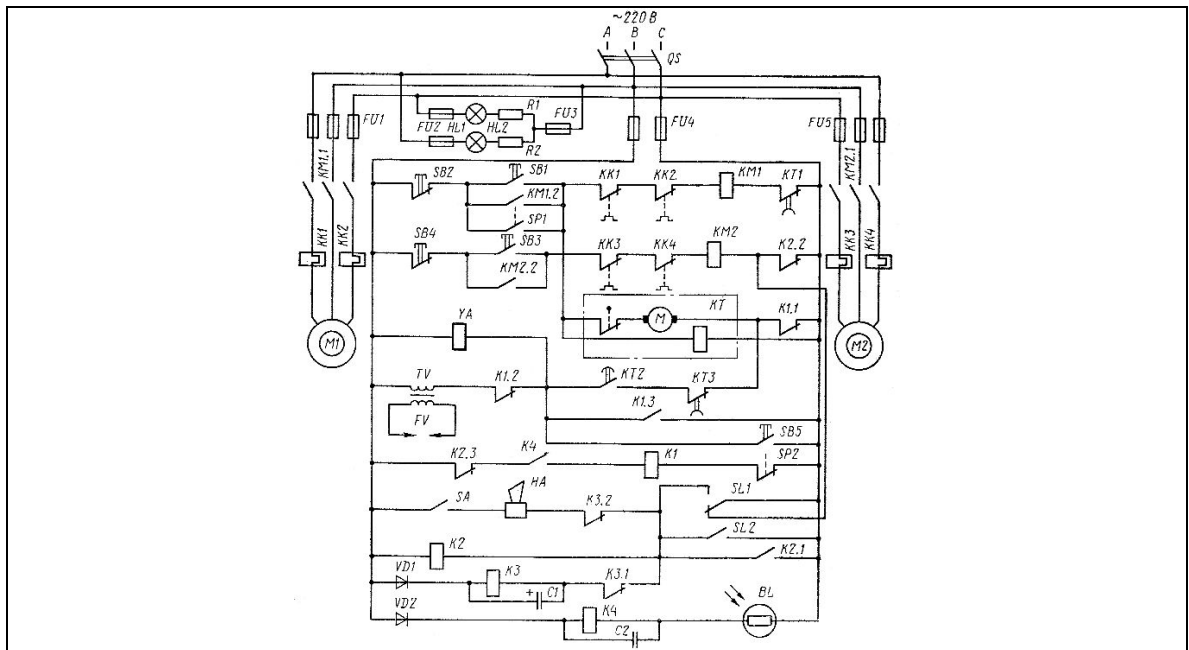

Рис. 3
3. Указать элементы электрической принципиальной схемы управления паровым котлом КВАГ 1/5 (рис.3). Объяснить порядок работы схемы в штатных и аварийных ситуациях